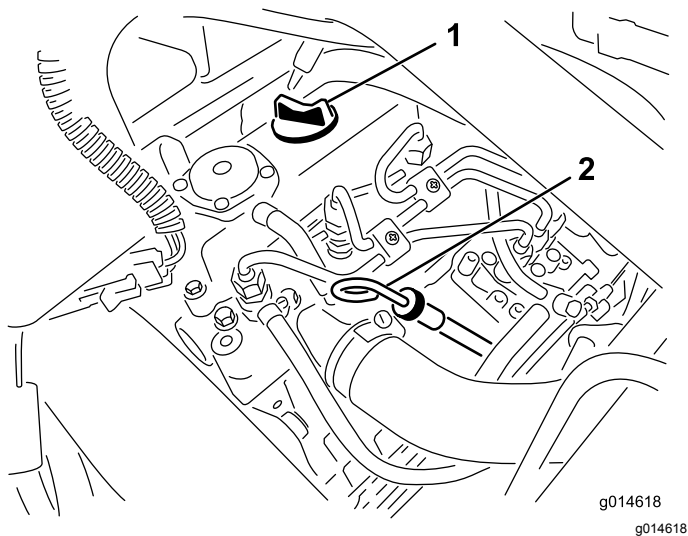

Figure 25
2. Retirez la jauge et essuyez-la sur un chiffon propre (Figure 25). Remettez la jauge dans